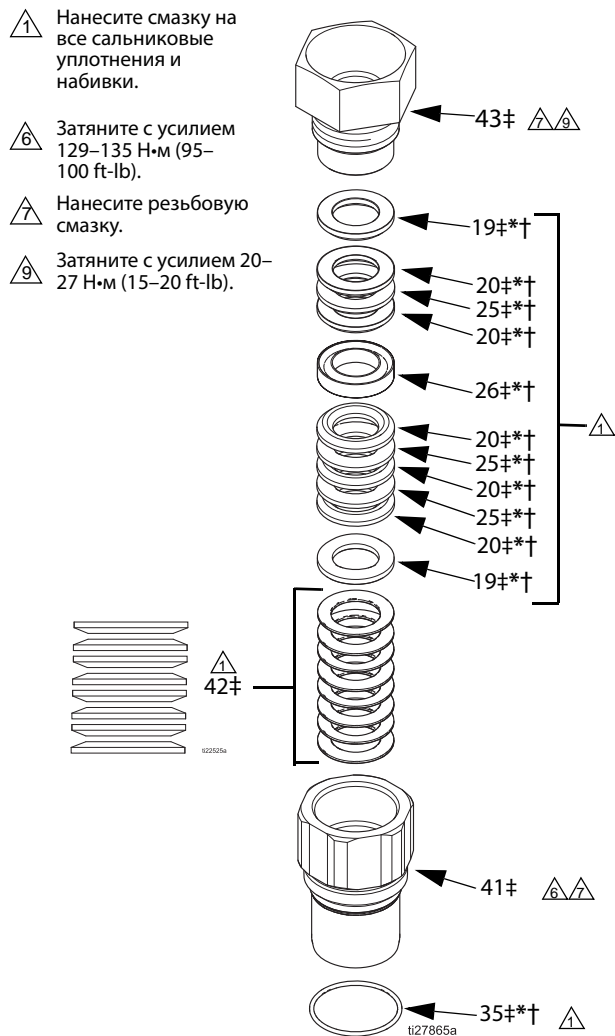

Рис. 1. Детали набивки горловины
2. См. Рис. 1, стр. 6. Нанесите смазку на уплотнения горловины и прокладки. Установите одно вставное уплотнение (19‡*†), а затем пять v-образных уплотнений *кромками вниз*: одно ZX (20‡*†), одно кожаное (25‡*†), затем ZX, кожаное, ZX. Установите охватывающую манжету (26‡*†). Установите три V-образных уплотнения *кромками вверх*: ZX, кожаное, ZX. Установите другое вставное уплотнение (19‡*†). Смажьте, установите смачиваемую крышку (43‡) и затяните от руки.
3. Смажьте и установите уплотнительное кольцо (35*) на кассету горловины (41). Нанесите смазку на резьбу и установите кассету горловины в сборе (41). Затяните с усилием 129–136 Н•м (95–100 ft-lb).
4. Наденьте выпускной корпус (16) поверх штока поршня (17) и на трубки для жидкости (3) и цилиндр (1). Для правильной посадки может потребоваться несколько попыток. Нанесите фиксатор резьбовых соединений и установите болты (13) и стопорные шайбы (14) со стороны впускного корпуса (15). Затяните два винта (А, см. рисунок) на выпускном корпусе (16). С их помощью корпуса надежно притянутся к трубкам и цилиндрам. После полной посадки затяните третий винт (В, см. рисунок). Затяните все три винта с усилием 47–54 Н•м (35–40 ft-lb).